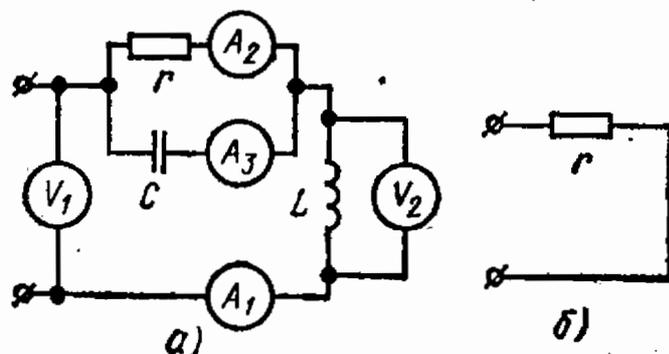

Рис. 8.10
8.10. Напряжение на входе цепи (рис. 8.10, а) задано выражением $u = U_{(0)} + U_{(1)m} \sin 314t$.
Сопротивление конденсатора на постоянном токе равно бесконечности, индуктивное сопротивление катушки постоянному току равно нулю, поэтому схема замещения рассматриваемой цепи на постоянном токе будет иметь вид, показанный на рис. 8.10, б.
Из схемы рис. 8.10, б видно, что постоянная составляющая тока в резисторе $I_{(0)r}$ равна постоянной составляющей тока неразветвленного участка $I_{(0)L}$ и равна показанию прибора A_1 , $I_{(0)r} = 0,3$ А.